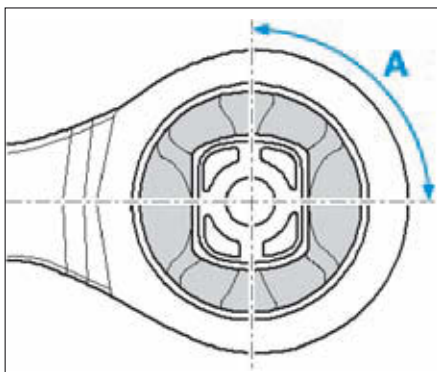

FIG. 22
- Emmancher le palier neuf jusqu'au repère (1) préalablement effectué puis vérifier que le dépassement est symétrique de chaque côté du bras.
Contrôler la position angulaire (A) de  $90^\circ \pm 5^\circ$  (Fig.22).